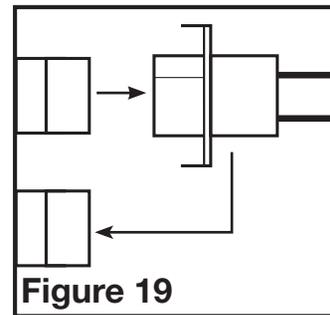

Figure 19
2. Débranchez le faisceau du condensateur au niveau du raccord de connexion rapide et retirez «l'étiquette d'impulsion» du raccord de connexion rapide sur le condensateur d'amplification (Figure 19).